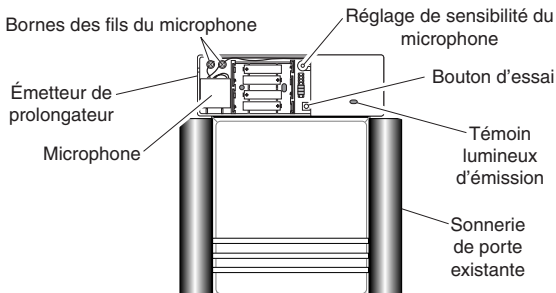

Figure 3
4. Le prolongateur d'émetteur toujours à sa position de montage prévue, activez le carillon de porte existant. Si le carillon sonne, passez à l'étape 7. S'il ne sonne pas, modifiez la position de l'émetteur ou augmentez la sensibilité du microphone (Figure 3) en tournant la commande de sensibilité dans le sens horaire. Dans certains cas, il peut être nécessaire de sortir le microphone amovible du boîtier de l'émetteur et de le monter directement sur le boîtier du carillon existant ou à l'intérieur du boîtier du carillon existant sur une chambre de résonance (pas sur les barres du carillon). Veuillez noter que les fils du microphone peuvent être enlevés provisoirement des bornes (Figure 3) en desserrant les bornes avec un tournevis en étoile si on désire faire passer les fils par les petits trous dans le couvercle du carillon existant. Le couvercle de l'émetteur comporte une fente pour le passage des fils dans le cas d'un montage externe. Le ruban à deux faces adhésives fourni sert à fixer le microphone au boîtier de votre carillon existant.